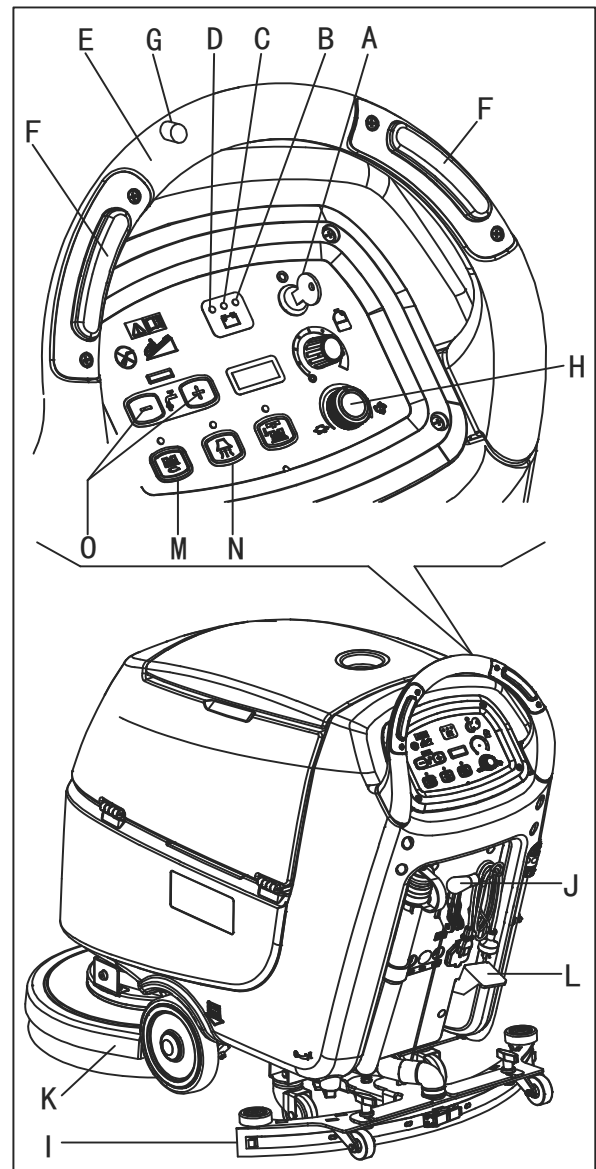

Рисунок 9
2. Вставьте ключ зажигания (А, Рис. 9) и поверните на "I". Убедитесь, что зеленый предупредительный световой сигнал (В) включен (заряженная батарея). Если включился желтый (С) или красный предупредительный световой сигнал (D), поверните ключ зажигания обратно на "0" и зарядите батареи (смотрите процедуру в главе Обслуживание).
- Толкая ее руками на рукоятке (Е) и нажимая на переключатель (F) для движения вперед, или нажимая на переключатель (F) вместе с переключателем (G) для движения назад (только для машин с тяговым усилением). Передняя скорость может регулироваться при помощи регулировки (Н).
4. Опустите швабру (I) при помощи рычага (J).
5. Опустите настил щетки/штатива подкладки (K), подняв педаль (L).
6. Нажмите переключатель щетки/штатива подкладки (M) и вакуумный системный переключатель (N).
7. Нажмите на контрольные переключатели подачи воды (O) как это необходимо, в зависимости от типа уборки.
- (только для машин без тягового усиления) толкая машину руками на рукоятке (Е) и нажимая на переключатель (F).
- (только для машин с тяговым усилением) толкая машину руками на рукоятке (Е) и нажимая на переключатель (F). При необходимости передняя скорость может регулироваться при помощи регулировки (Н).
2. Удерживая обе руки на рукоятке, нажмите переключатель безопасности (F, Рисунок 9), а затем маневрируйте машиной и начните чистку скребком/сушку пола.